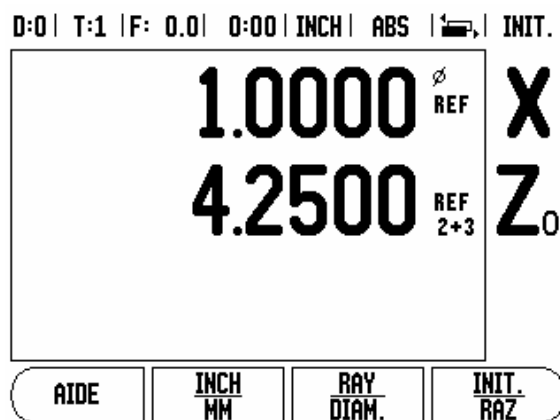

Fig. II.4 Couplage des axes Z actif
- ▶ Appuyez sur la touche numérique associée à l'entrée du système de mesure située sur la face arrière du Wizard 411. Utilisez les softkeys **+** ou **-** pour coupler une seconde entrée à la première. Les numéros des entrées sont affichés à côté de l'axe et ils indiquent la présence d'une position couplée (par exemple 2 + 3). Cf. Fig. II.4.
Appuyez sur la touche Z₀ et maintenez-la enfoncée pendant environ 2 secondes si vous désirez coupler l'axe Z₀ avec l'axe Z et afficher la somme des courses de déplacement dans l'affichage de l'axe Z₀. La somme des courses de déplacements des deux axes Z s'affiche maintenant dans l'affichage de l'axe Z₀ et l'affichage de l'axe Z s'éteint. Cf. Fig. II.4.